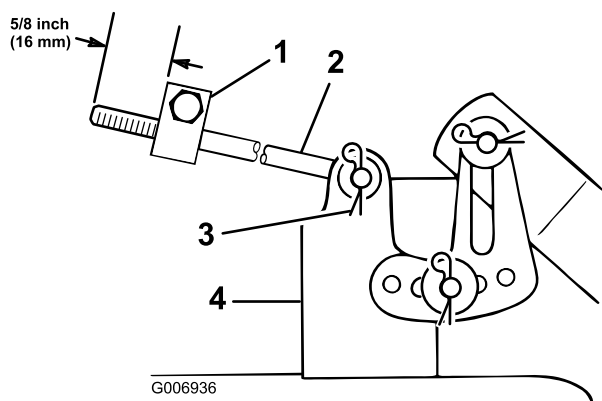

Figura 49
6. Misurate la lunghezza dell'asta che sporge dalla parte anteriore del blocco di regolazione, sui lati del telaio (Figura 49). Se l'asta non è lunga 16 mm, toglie la coppiglia a forcina e la rondella dall'estremità dell'asta (Figura 49) e girate l'asta fino ad ottenere la lunghezza di 16 mm.